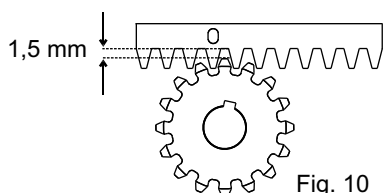

Fig. 10
5.6. Toda la cremallera va levantada de 1,5 mm para evitar que el peso de la cancela llegue hasta el piñón (Fig. 10), **Atencion:** mantener un juego de al menos 0,5 mm entre diente de piñón y diente de cremallera;